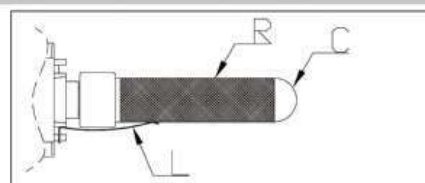

Fig.40
**VERSIONE ORIZZONTALE (Fig. 40)**
- Svitare delicatamente il condensatore al quarzo (C).
- Sfilare la rete (R) esterna al tubo: se l'operazione risulta difficoltosa, ruotare leggermente la rete attorno al condensatore al quarzo.
HORIZONTAL VRSION (Fig. 40)